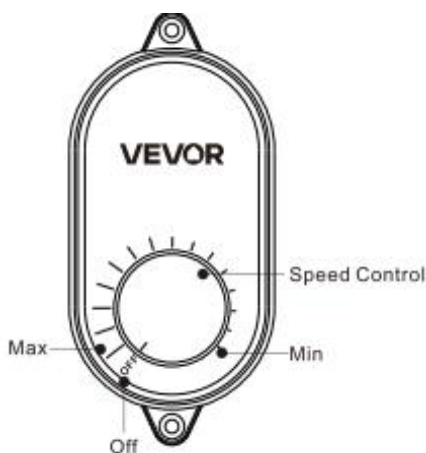

Imagen 2
3. Consulte el diagrama eléctrico, conecte el ventilador a la corriente alterna de 120 V/60 Hz y, a continuación, utilice el interruptor monofásico como interruptor de control del ventilador para controlar su arranque y parada. (Imagen 2)